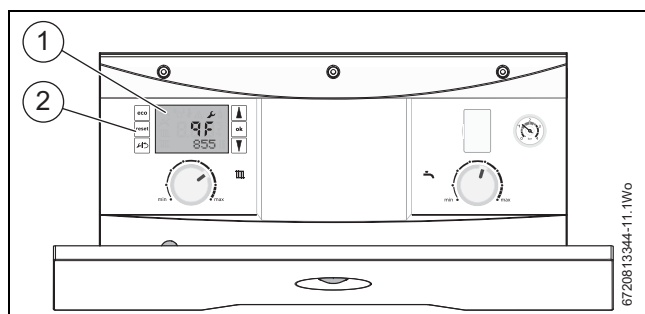

Fig. 52 Indicación de bloqueo del quemador
- ▶ Dejar que el quemador funcione hasta bloquearse, pudiéndose ver en la pantalla LCD [1] del panel de control que muestra los códigos 9F y 855; véase la fig. 52
- ▶ Esperar dos minutos, después pulsar la tecla reset [2] para desbloquear; véase la fig. 52
- ▶ Esperar dos minutos; véase la fig. 52, después pulsar la tecla reset [2] para iniciar otra secuencia de arranque.